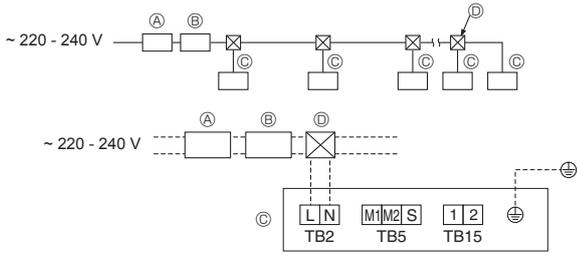

Fig. 5-11
5.3. Stromversorgungskabel (Fig. 5-11)